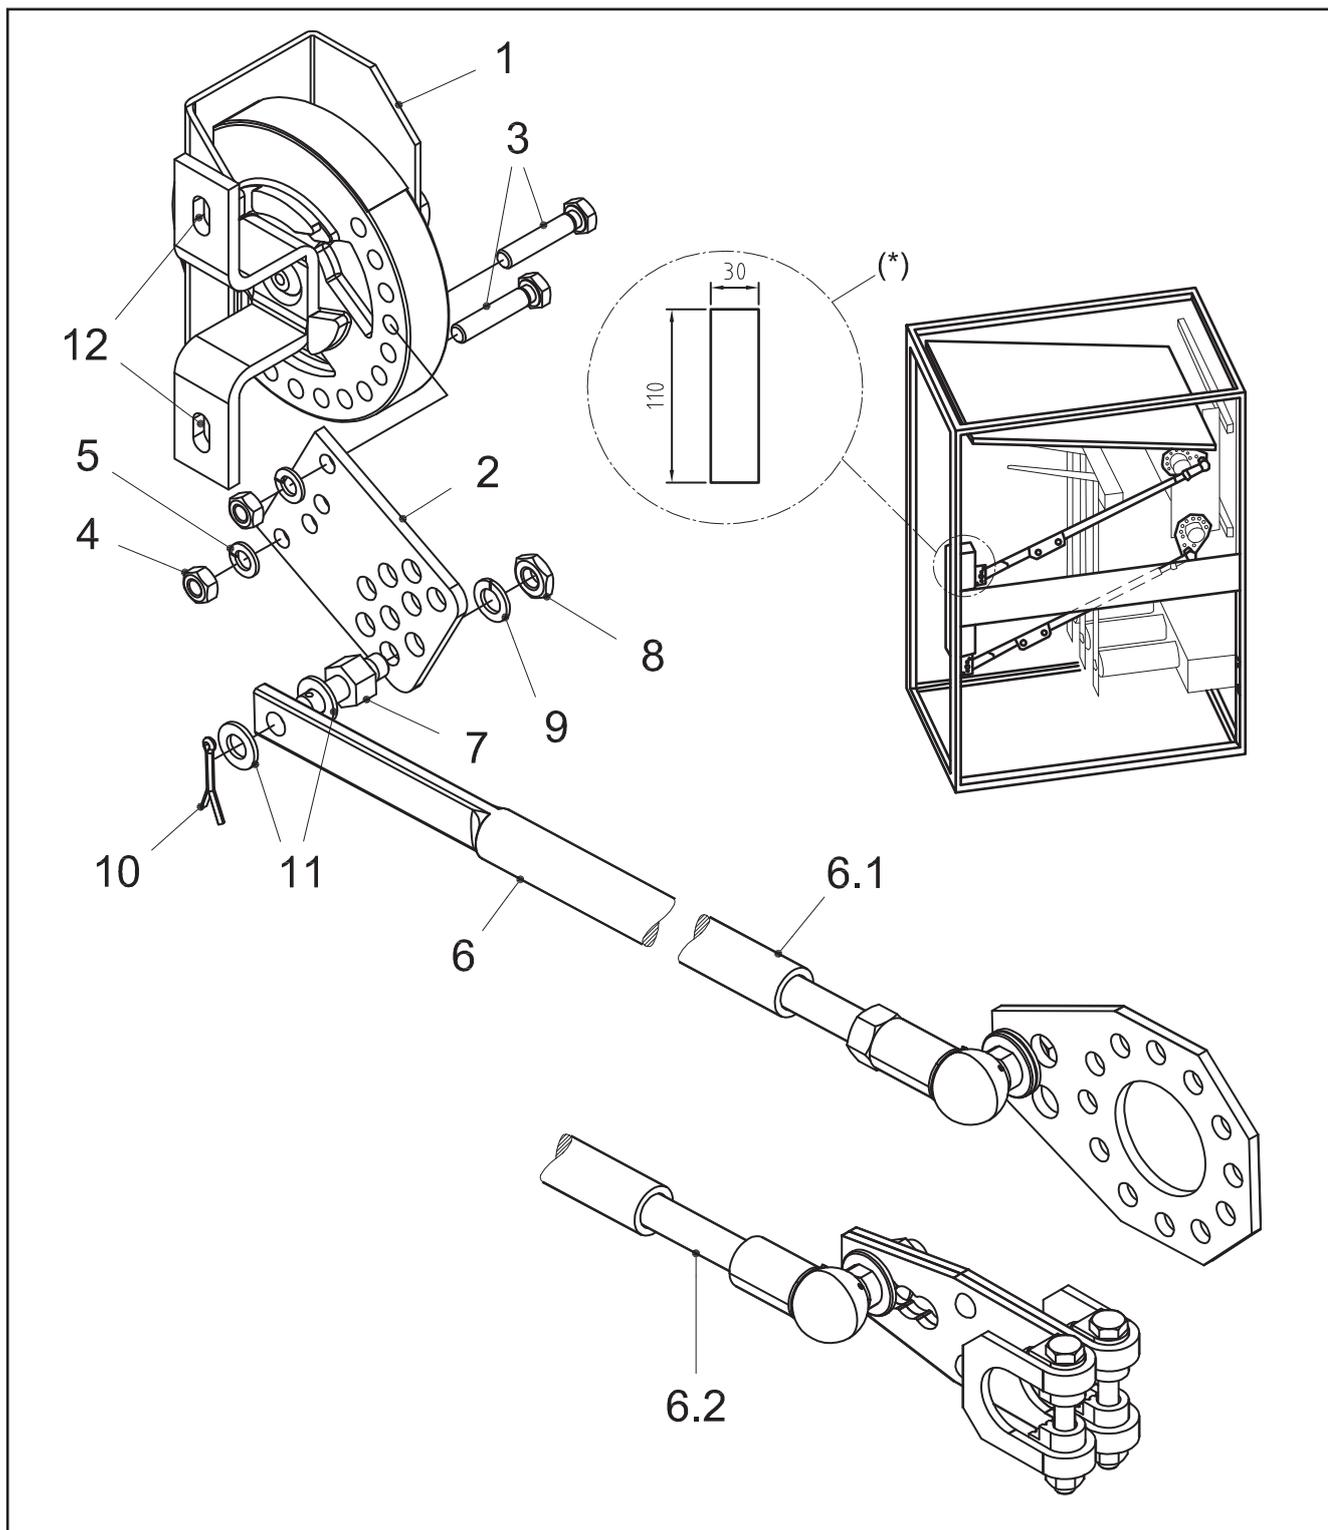
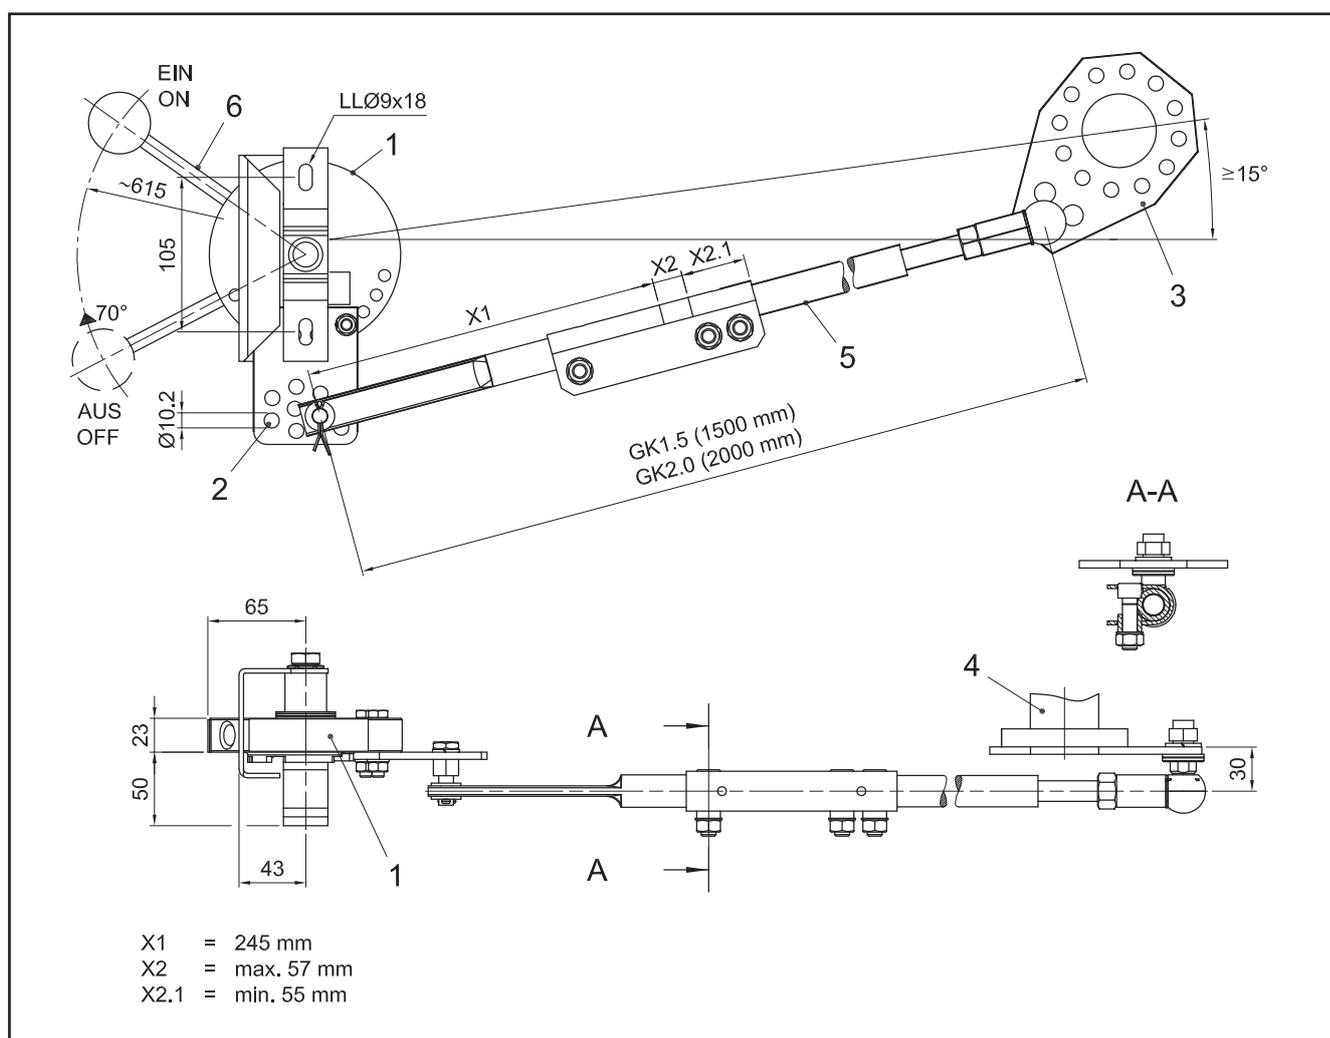

Рис. 9.4
Рис. 9.5
Шайбный привод EMS и штанга GK/GT состоят из отдельных частей согласно рис. 9.4.
Управление шайбными приводами EMS производится при помощи рычага SH 50 (рис. 9.5/6).
1. Подготовить вырез для шайбы привода (рис. 9.4/(*)). Установить выключатель и шайбный привод в ячейку (рис 9.5/1).
В зависимости от конструкции ячейки возможны другие углы в элементах привода, чем представленные на рис. 9.5.
Однако должен быть выдержан угол минимум в 15° между средней осью шайбного привода (рис. 9.5/1) и средней осью шайбы с отверстием (рис. 9.5/4) выключателя нагрузки.
4. Смонтировать пластину с отверстиями (рис. 9.5/2) к шайбному приводу (рис. 9.5/1) при помощи двух болтов M8x40 (рис. 9.4/3), гаек (рис. 9.4/4) и гроверных шайб (рис. 9.4/5) в вертикальном положении к фронту ячейки. Шайбный привод
5. Привернуть плоский рычаг с отверстиями (рис. 9.5/3) к шайбе с отверстиями на выключателе (рис. 9.5/4) под углом порядка 45° .
6. Укоротить штангу (рис. 9.5/5) на необходимую длину. Шайбный привод должен находиться в положении „ВКЛ“.
Соблюдайте минимальное перекрытие деталей (рис. 9.5/размер X2.1). Выполнить повторно клеммное соединение в соответствии с разрезом A-A (рис. 9.5).
7. Привернуть штангу со стороны сферической головкой к среднему отверстию плоской части рычага (рис. 9.5/3)
8. В конечном положении „ВКЛ“ вернуть штангу к одному из отверстий (желательно средний ряд отверстий) в пластине (рис. 9.5/2).
Находится шайбный привод уже в конечном положении, а шайба с отверстиями не дошла до упора, существует опасность обратного удара от незафиксированной включающей пружины при попытке включения выключателя. В этом случае должна быть укорочена штанга привода при помощи сдвига в месте соединения половинок штанг. Если это невозможно, то следует сместить точку болтового крепления на шайбе с отверстиями (рис. 9.5/2). Настройка привода выключателя нагрузки выполняется на заводе-изготовителе и все болтовые соединения зафиксированы цветным лаком. Точная настройка шайбного привода выполняется вкручиванием / выкручиванием сферической головки штанги GK/GT.
1. Выполнить вырез в ячейке для установки шайбного привода (рис. 9.4/(*)). Встроить выключатель и шайбный привод (рис. 9.5/1) в ячейку.
В зависимости от конструкции ячейки возможны другие углы или точки установки, чем представленные на рис. 9.5.
Однако должен соблюдаться угол минимум в 15° между средней осью шайбного привода (рис. 9.5/1) и средней осью шайбы с отверстиями выключателя (рис. 9.5/4).
3. Смонтировать пластину с отверстиями (рис. 9.5/2) к шайбному приводу (9.5/1) при помощи двух болтов М8х40 (рис. 9.4/3), гаек (рис. 9.4/4) и гроверных шайб (рис. 9.4/5) в вертикальном положении к фронту ячейки. Шайбный привод должен находиться в положении „ВКЛ“.
4. Привернуть плоский рычаг с отверстиями (рис. 9.5/3) к шайбе с отверстиями на выключателе (рис. 9.5/4) под углом порядка 45°.
5. Укоротить штангу (рис. 9.5/5) на необходимую длину. Шайбный привод должен находиться в положении „ВКЛ“.
Соблюдать минимальное перекрытие (рис. 9.5/размер Х2.1). Восстановить зажимное соединение согласно разрезу А-А (рис. 9.5).
6. Привернуть сферическую головку штанги (рис. 9.5/5) к среднему отверстию шайбы с отверстиями (рис. 9.5/3).
7. В конечном положении „ВКЛ“ шайбного привода привернуть штангу к одному из отверстий шайбы (рис. 9.5/2).
10. Если невозможно соблюсти единство размеров, как описано ранее, то необходимо попытаться отъюстировать штангу заново или выбрать другое отверстие в шайбе с отверстиями (рис. 9.5/2).
Удлинить штангу (рис. 9.5/5) при помощи раздвижения телескопического соединения (рис. 9.5/ соблюдайте размер X2.1!). Если данное мероприятие не достаточно, то смещением болтового крепления на пластине с отверстиями (рис. 9.5/2) на нижний ряд отверстий можно удлинить рабочий путь шайбы с
- Расстояние между управляющим штифтом и шайбы с отверстиями в положении „ОТКЛ“ слишком большое: укоротите штангу (рис. 9.5/5) через телескопическое соединение в середине штанги.
Штанга GT (рис. 9.4/6.2) отличается от штанги GK (рис. 9.4/6.1) способом присоединения к основному валу.